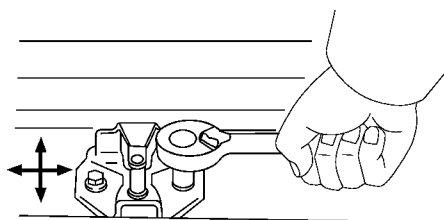

图 17-62 调整车门锁闭眼
(2) 调整车门锁闭眼。旋松固定螺栓, 使用塑料锤子敲打门眼将它调整到正确位置, 如图 17-62 所示。